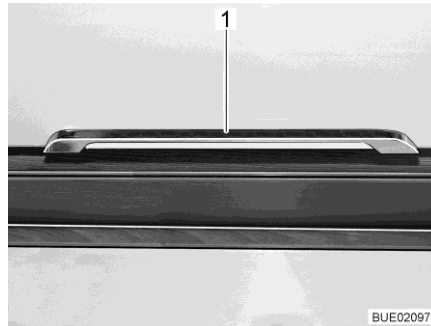

Fig. 89 Maniglia di sbloccaggio
- Premere la maniglia di sbloccaggio (Fig. 89,1) verso l'alto, di lato o verso il basso, a seconda della posizione di montaggio, e tenerla premuta.